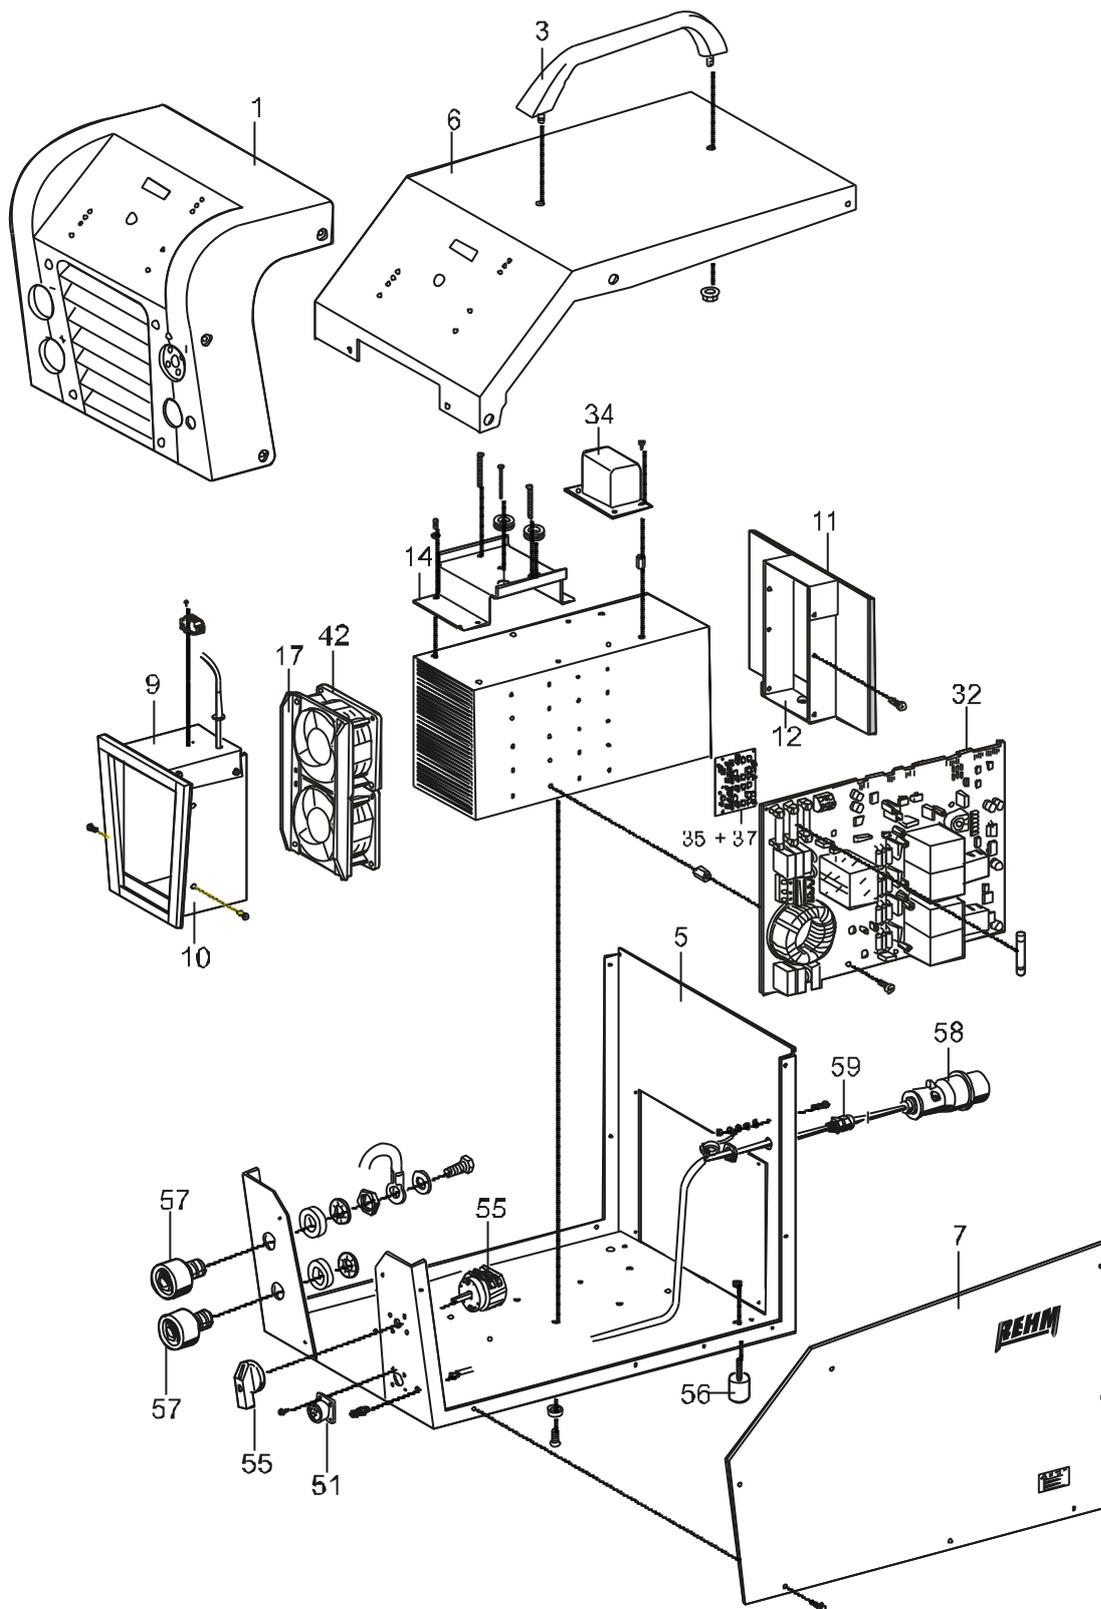

Рис. 3: Покомпонентное изображение BOOSTER.PRO 250 / 320 (справа)
* отсутствует на покомпонентном изображении (Рис. 3+4)